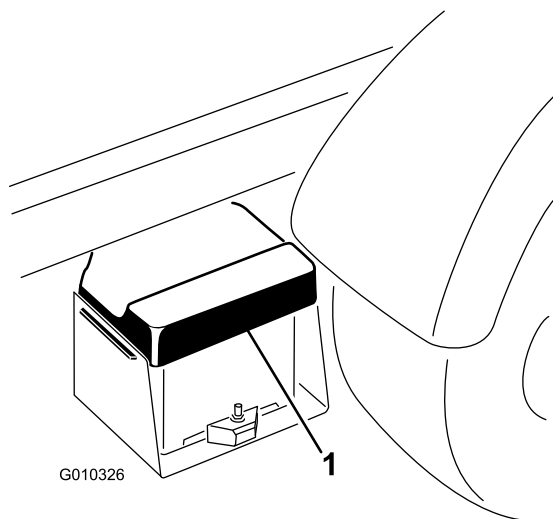

Figura 49
1. Schiacciate il coperchio della batteria per rilasciare le alette dalla base della batteria e rimuovete il coperchio della batteria dalla relativa base (Figura 49).